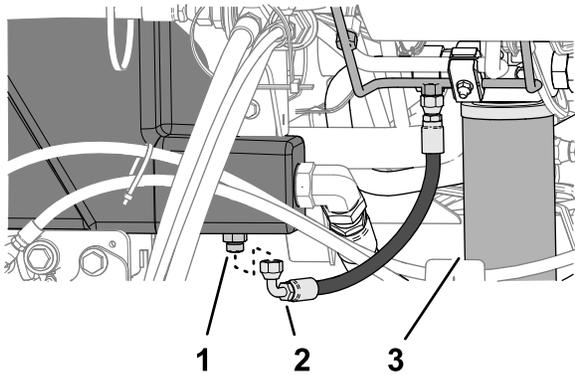

图 116
2. 在液压油箱的直通接头 (图 116) 下方放置一个大放油盘；请参阅 液压油容量 \(页码 57\)。